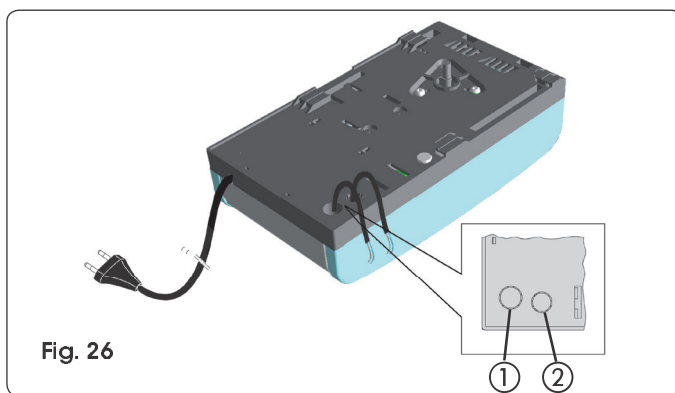

Fig. 26
- Om externe bedieningsinstrumenten, veiligheidsvoorzieningen en signalen aan te sluiten moet het dekplaatje worden ingedrukt (Fig. 26 ref. ①).
- Om de veiligheidslijst aan te sluiten (zie par. 18,3), moet het dekplaatje worden ingedrukt (Fig. 26 ref. ②).